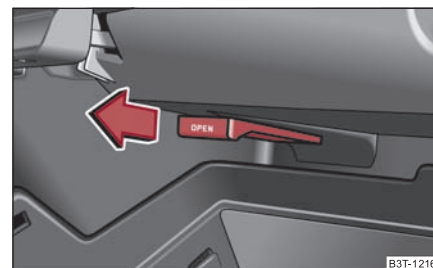

Fig. 122 Compartimento guardaobjetos: manejo de la refrigeración
- La refrigeración se conecta tirando de la palanca en el sentido de la flecha ⇒ fig. 122.